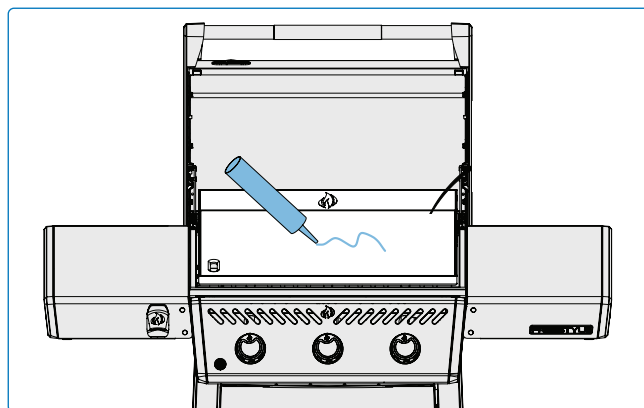

Fig. 9
- La placa de la plancha debe aceitarse antes de cocinar para evitar que los alimentos se peguen. **(Fig. 9)**.